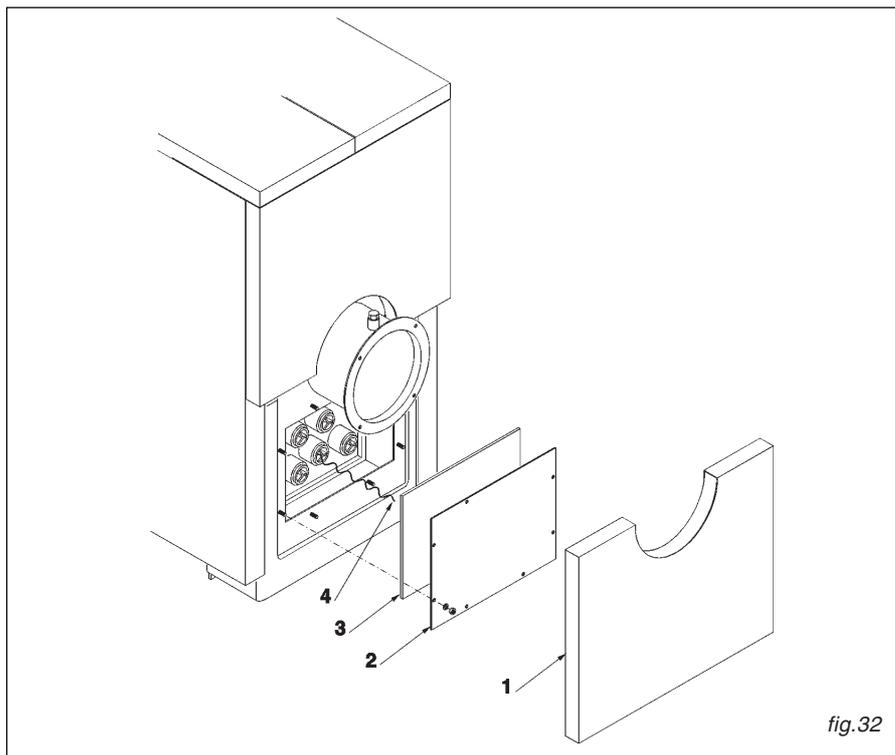

fig.32
Consigliamo comunque di scuotere i turbolatori - posizionati nella parte posteriore dei tubi fumo - almeno una volta ogni 15÷20 giorni di attività del generatore per evitare che i residui di combustione possano bloccarli tanto da renderne la rimozione estremamente difficoltosa. Per questa operazione si accede dalla parte posteriore dopo aver tolto il pannello inferiore pos. 1 e successivamente la portina pos.2 e la guarnizione pos.3 di fig.32; in questo modo tutti i turbolatori pos.4 saranno sfilabili.